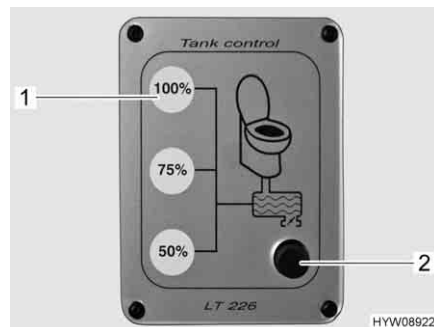

Fig. 180 Pannello di controllo (serbatoio fecale aggiuntivo)
- Premere e tenere premuto il tasto (Fig. 180,2) per la pompa.
- Quando l'indicatore di livello (Fig. 180,1) del serbatoio fecale aggiuntivo visualizza 100 %, rilasciare il tasto. Significa che il serbatoio fecale aggiuntivo è pieno.